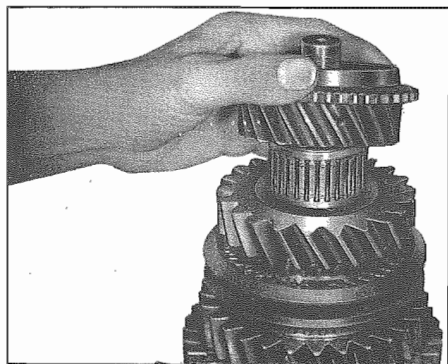

Fig. 35 - Ingranaggio della 4a marcia 4th gear
- Montare sull'albero primario la gabbia a rullini (410) e l'ingranaggio della 4a marcia (409) con la dentatura d'accoppiamento rivolta verso l'alto (Fig. 35).
- Slide needle cage (410) and 4th gear wheel (409) with clutch teeth up onto main shaft (Fig. 35).